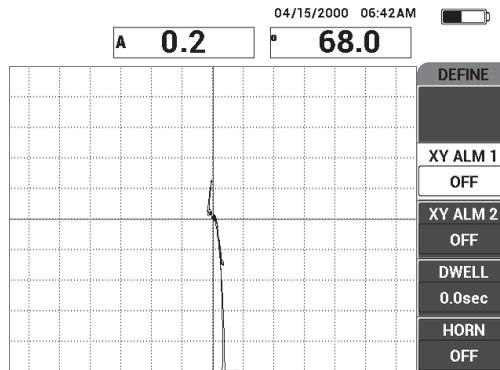

Abbildung 6-32 Abtasten einer Ablösung und eines reparierten Bereichs
6. Tasten Sie langsam eine Ablösung und einen reparierten Bereich ab und drücken Sie auf die Direktzugriffstaste FREEZE (FREEZE \ast) (siehe Abbildung 6-32 auf Seite 157).